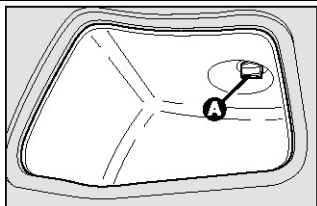

рис.34
- Снять защитную крышку, нажав на кнопку **A** – **рис. 34**;